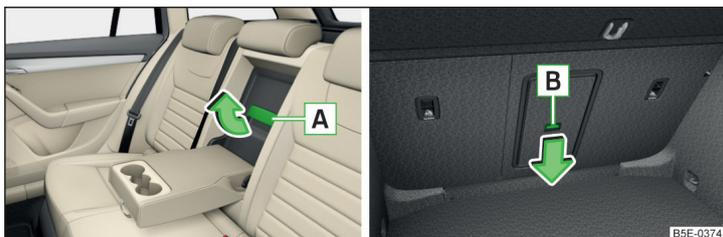

Abb. 76 Deckelgriff / Entriegelungstaste
- Den Griff **A** » Abb. 76 in Pfeilrichtung ziehen und den Deckel herunterklappen.
- Die Entriegelungstaste **B** » Abb. 76 in Pfeilrichtung schieben und den Deckel mit der Armlehne nach vorn klappen.
Darauf achten, dass die Armlehne nach dem Schließen immer eingerastet ist. Das lässt sich daran erkennen, dass das rote Feld oberhalb der Entriegelungstaste **B** » Abb. 76 vom Gepäckraum aus nicht zu sehen ist.